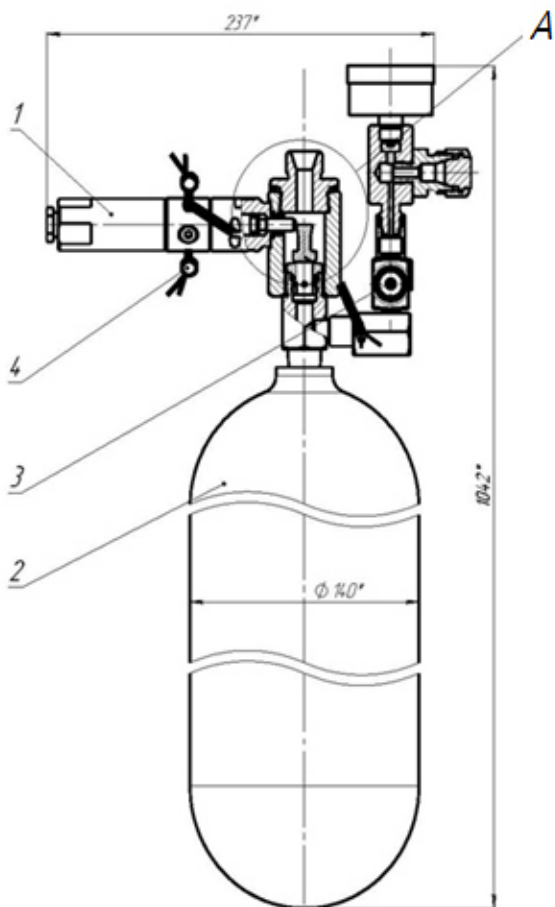

Рисунок 8. Конструкция блока рабочего газа.
6.2. Отвинтить муфту, (поз. 3 рис. 9), вывинтив из нее гайку (поз. 2 рис. 8) на 3-4 витка резьбы.